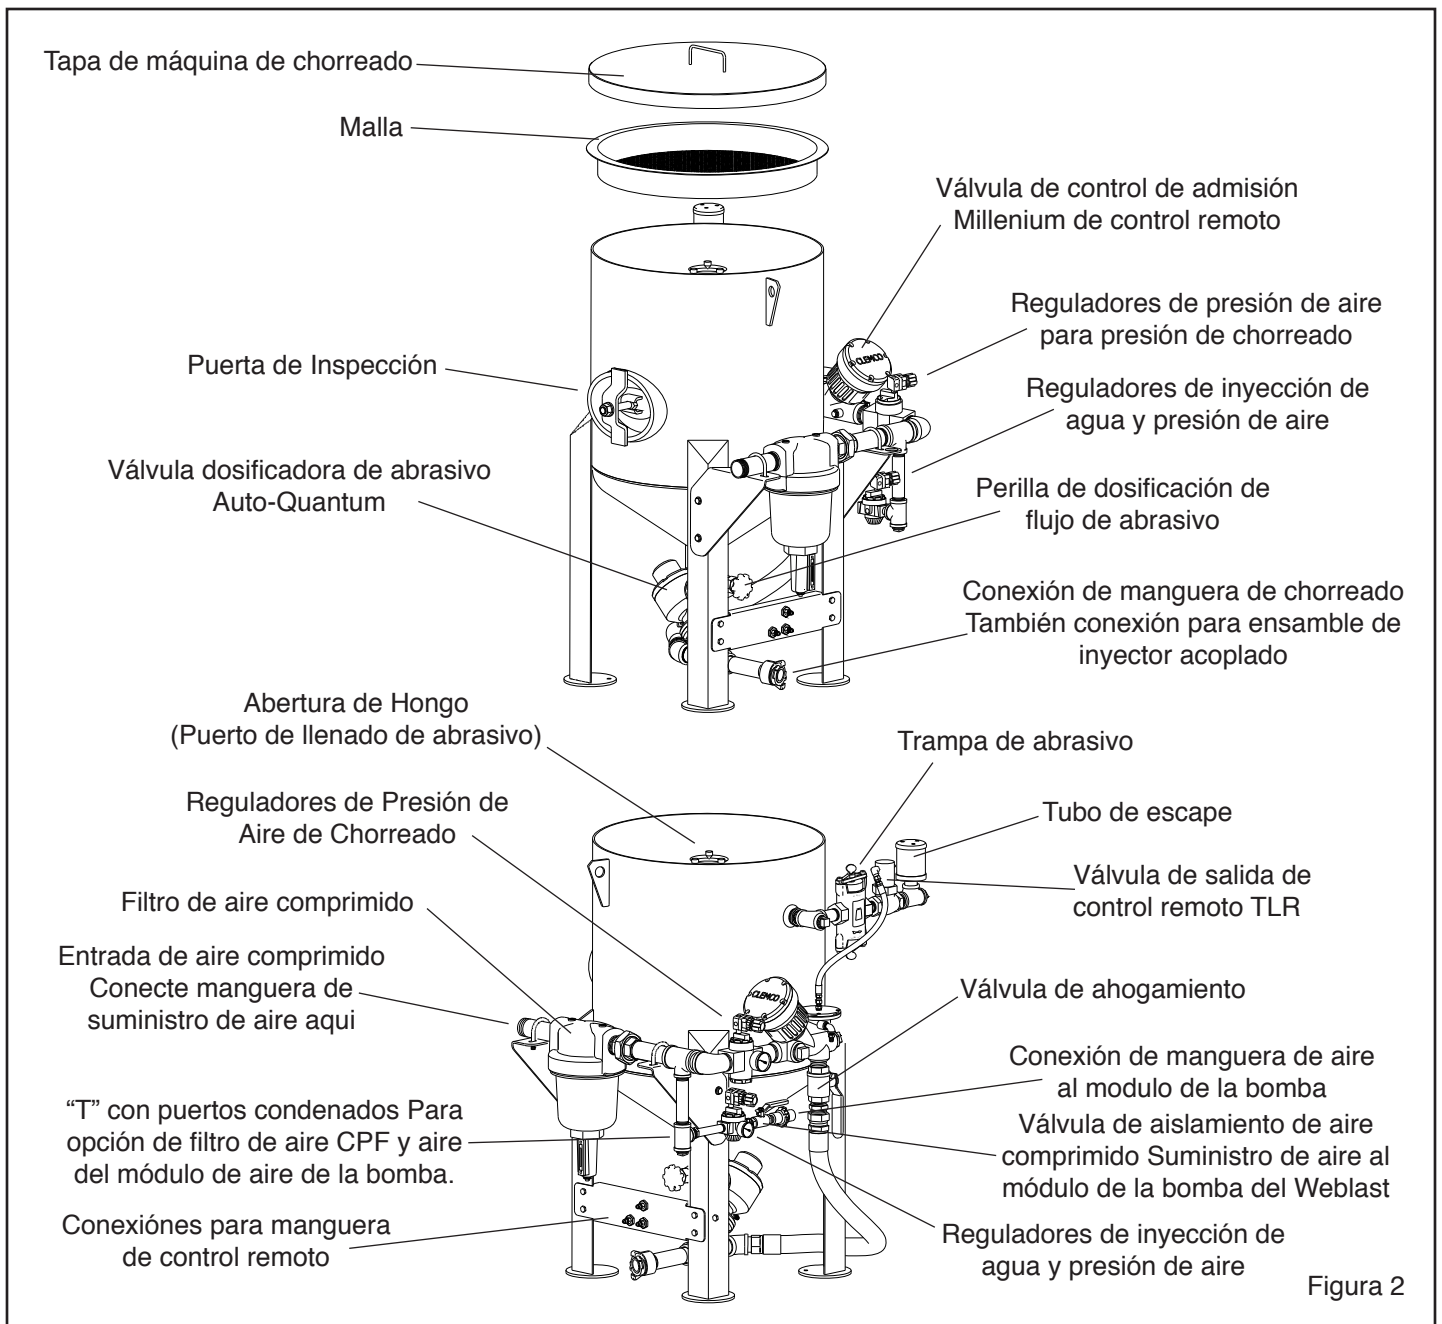

Figura 2
1.6.1 Máquina de Chorreado Componentes mostrados en la Figura 2